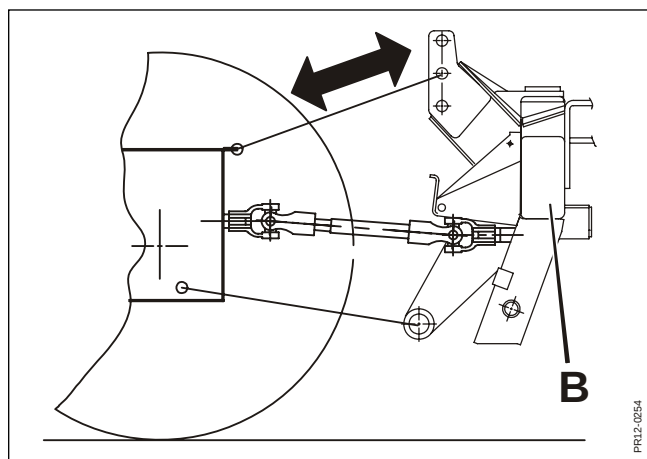

Fig. 2-15
- Fig. 2-15** 10) Maskinen sænkes til arbejdsstillingen, og topstangens længde justeres, så toprammen **B** står lodret.